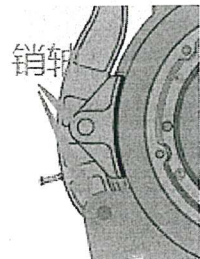

图 6.3 销轴位置示意图
2) 拆卸制动臂组件，分别转动两侧制动臂，检查两销轴灵活程度。见图 6.3。